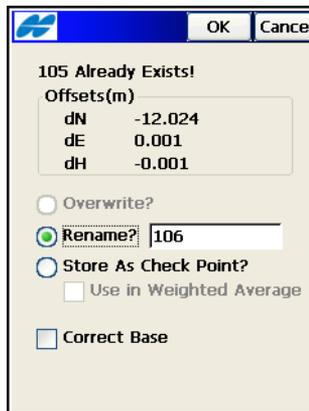

Abbildung 8-7. Basis korrigieren
- Aktivieren Sie dazu im Fenster *Punkte verdoppeln* das Kontrollkästchen *Basis korrigieren* (Abbildung 8-7). Die in der Datenbank vorhandenen Koordinaten des gemessenen Punktes werden nicht durch die gemessenen Koordinaten ersetzt. Stattdessen werden die Koordinaten aus der Datenbank als Basiskoordinaten verwendet. Damit *Basis korrigieren* richtig funktioniert, muss unter *Anzeige* (siehe „Anzeige“ auf Seite 4-84) derselbe Koordinatentyp wie für die bekannten Koordinaten des gemessenen Punktes gewählt sein.